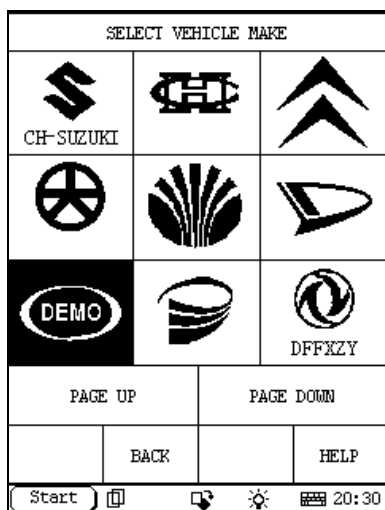

Abb. 2-49 (auf 'DEMO' klicken)
2. Download und Installation des Demo-Programms von "<http://www.x431.com>". Aktivieren Sie das Demo-Programm und in die Interfaces eintreten, wie in den Abbildungen von Abb. 2-49 bis Abb. 2-58 gezeigt.